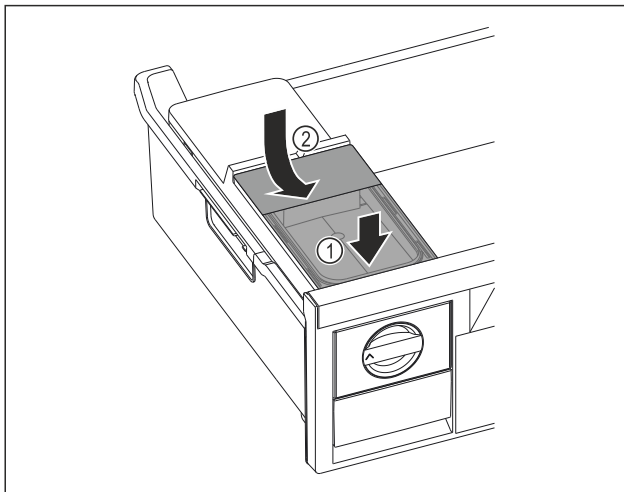

Fig. 77
- ▶ Așezați în față rezervorul de apă. Fig. 77 (1)
- ▶ Coborâți în spate rezervorul de apă. Fig. 77 (2)